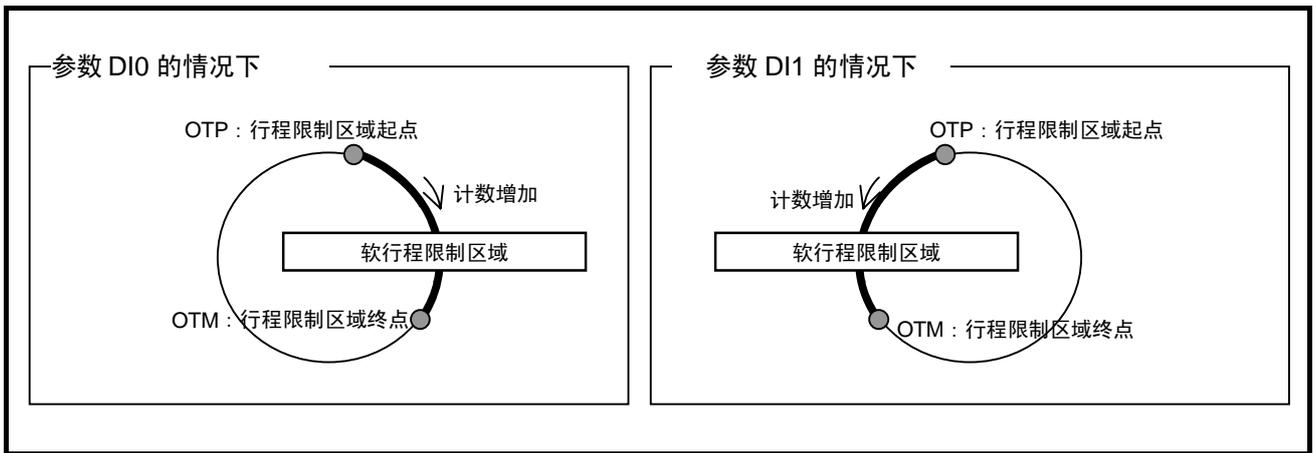

图 6-4: 软行程限制区域
- 软行程限制区域由参数 OTP、OTM: 软行程限制 设定。限制区域如「图 6-4: 软行程限制区域」所示, 以参数 OTP 为基点, 按计数增加方向旋转至 OTM 之间的范围为限制区域。